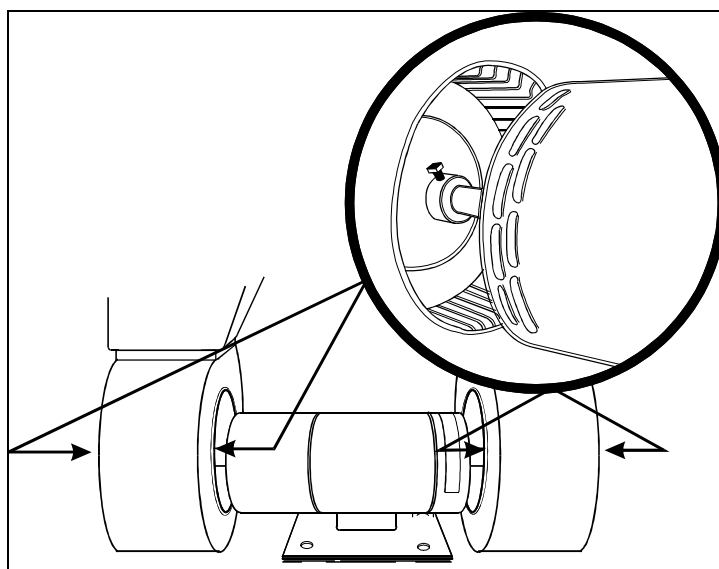

FIGURE 1: LOCALISATION DES VIS DES VENTILATEURS 22109
4. Retirer les deux ventilateurs (Fig. 1).